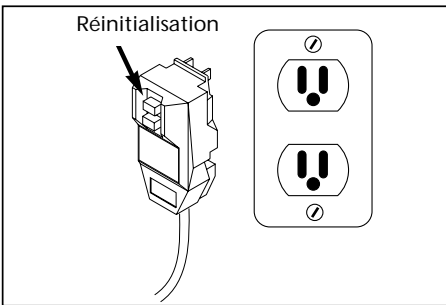

Figure 3 - Prise de terre/réinitialisation
1. Branchez le cordon dans une prise mise à la terre de 120 V et appuyez sur le bouton de réinitialisation tel qu'illustré à la figure 3.